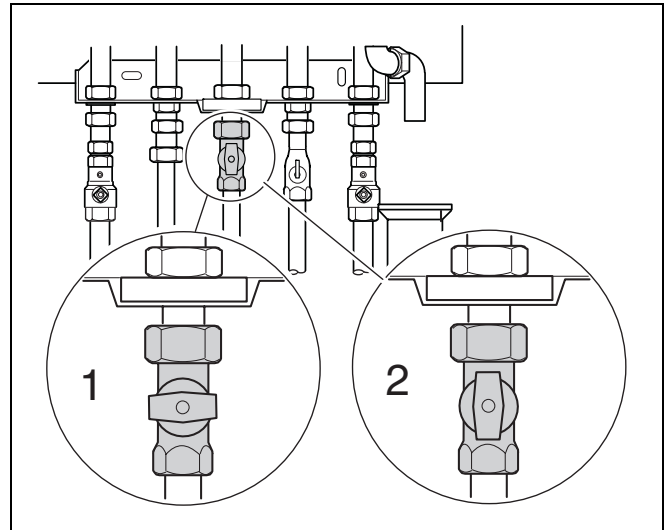

fig. 35 Gaskraan
- Sluit de gaskraan (→ fig. 35, [1]).
- Open de gaskraan (→ fig. 35, [2]).
- Sluit de gaskraan onder het toestel (→ fig. 35, [1]).